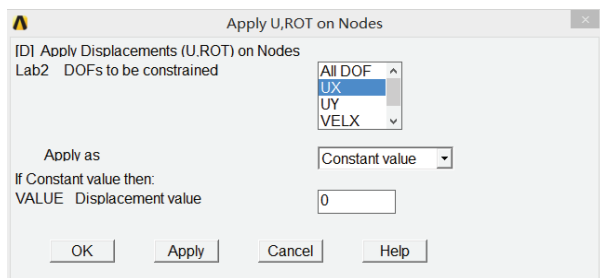

图 3-47 施加位移约束对话框
5) 选择 Main Menu | Solution | Define Loads | Apply | Structural | Displacement | On Nodes 命令, 出现 Apply U,ROT on N 拾取菜单, 单击 Pick All 按钮, 出现 Apply U,ROT on Nodes 对话框, 在 Lab2 DOFs to be constrained 下拉选框中选择 UX, 在 Apply as 下拉选框中选择 Constant value, 在 VALUE Displacement value 输入栏中输入 0, 如图 3-47 所示, 单击 OK 按钮关闭该对话框。